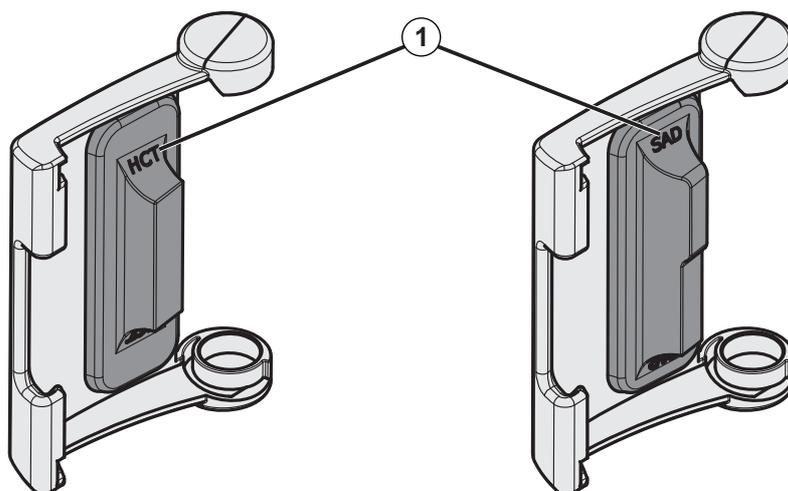

Fig. 7-20 Marquage du type sur le couvercle du capteur HCT et du détecteur SAD
Lors du remontage des couvercles du détecteur d'air SAD et du capteur HCT après le nettoyage, veiller à ce que les couvercles ne soient pas échangés ! Les couvercles sont marqués avec *SAD* et *HCT* à l'arrière (voir Fig. 7-20, ① ).